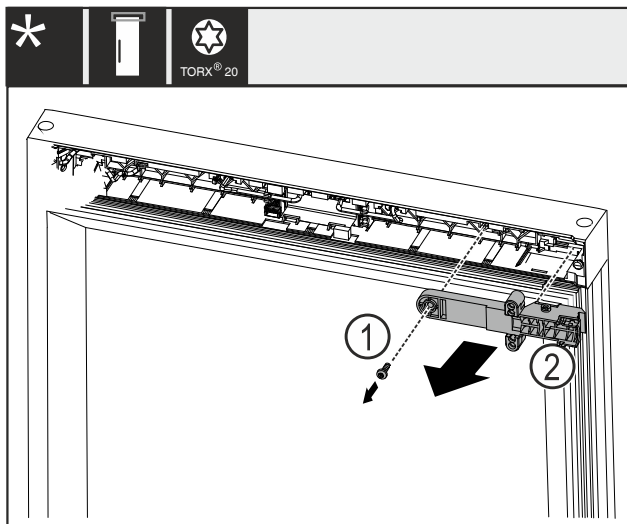

Fig. 11
- Hiqni vidën Fig. 11 (1).
- Hiqni pjesën mbajtëse të bravës Fig. 11 (2).